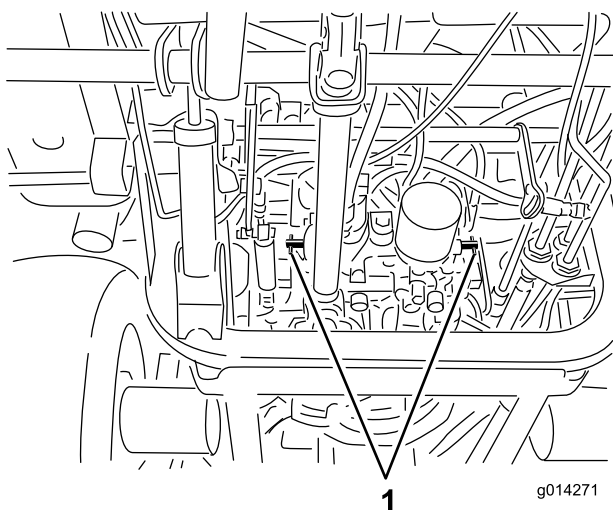

Figura 34
4. Rode cada válvula de derivação no sentido contrário aos ponteiros do relógio 1 volta (Figura 34).
Rode cada válvula de derivação no sentido dos ponteiros do relógio 1 volta e aperte-as à mão (aperte cerca de 8 Nm) (Figura 34).